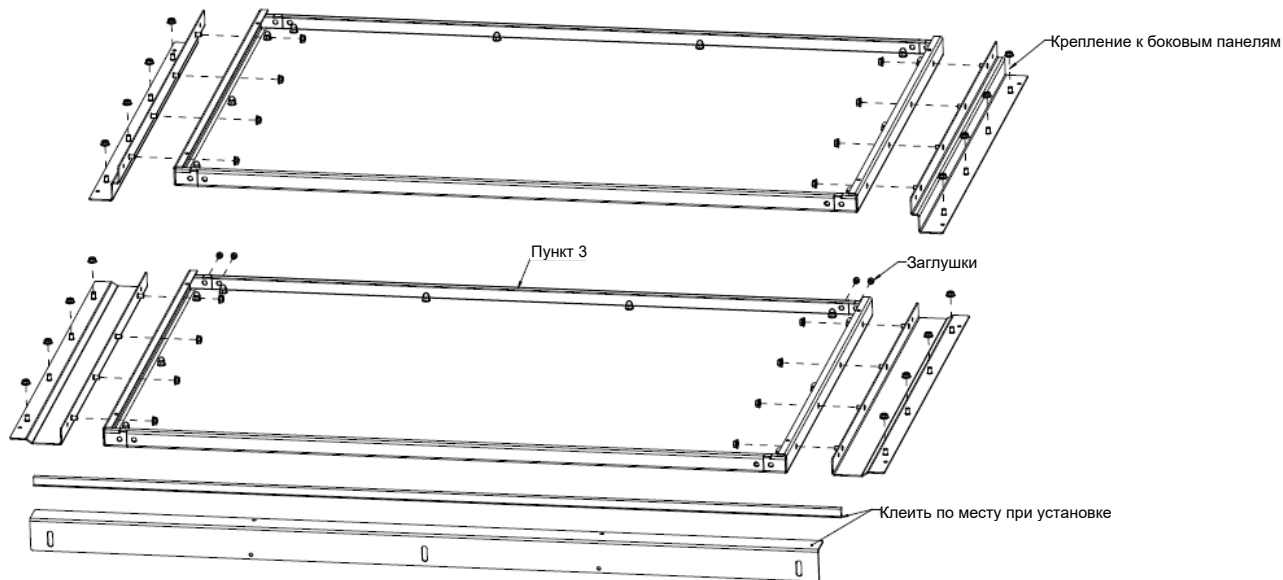

Рисунок 8. Подготовка торцевых панелей
**5.2.1.** Соедините панели и кронштейны. Установите заглушки в нижней панели. Наклейте щеточный уплотнитель по всей длине ребра включая кронштейны (рисунок 8).